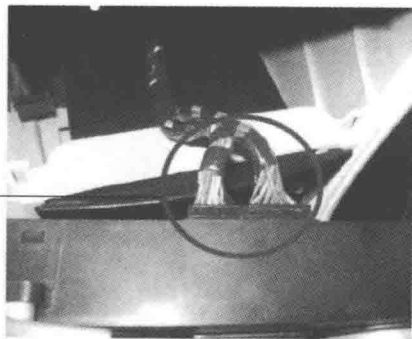

图 2-10 拆下空调控制器面板
4) 用一字螺钉旋具在图 2-10 所示位置撬开空调控制器面板的卡扣, 断开线束插接器即可拆下空调控制器面板。